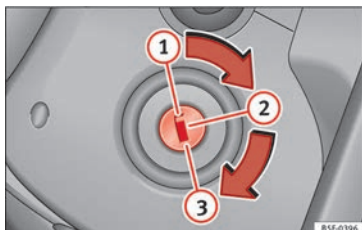

Fig. 177 Posiciones de la llave de contacto.
En esta posición » » » fig. 177 ① el encendido y el motor están desconectados, pudiéndose bloquear la dirección.
- Gire la llave de contacto a la posición de arranque » » » fig. 177 ③.
- Gire la llave de contacto hasta la posición » **fig. 177** ②. El testigo  se encenderá en caso de precalentamiento del motor.
– En cuanto se apague el testigo, gire la llave de encendido a la posición ③ para poner en marcha el motor y no pise el acelerador.
- Gire la llave de contacto a la posición » **fig. 177 ①**.